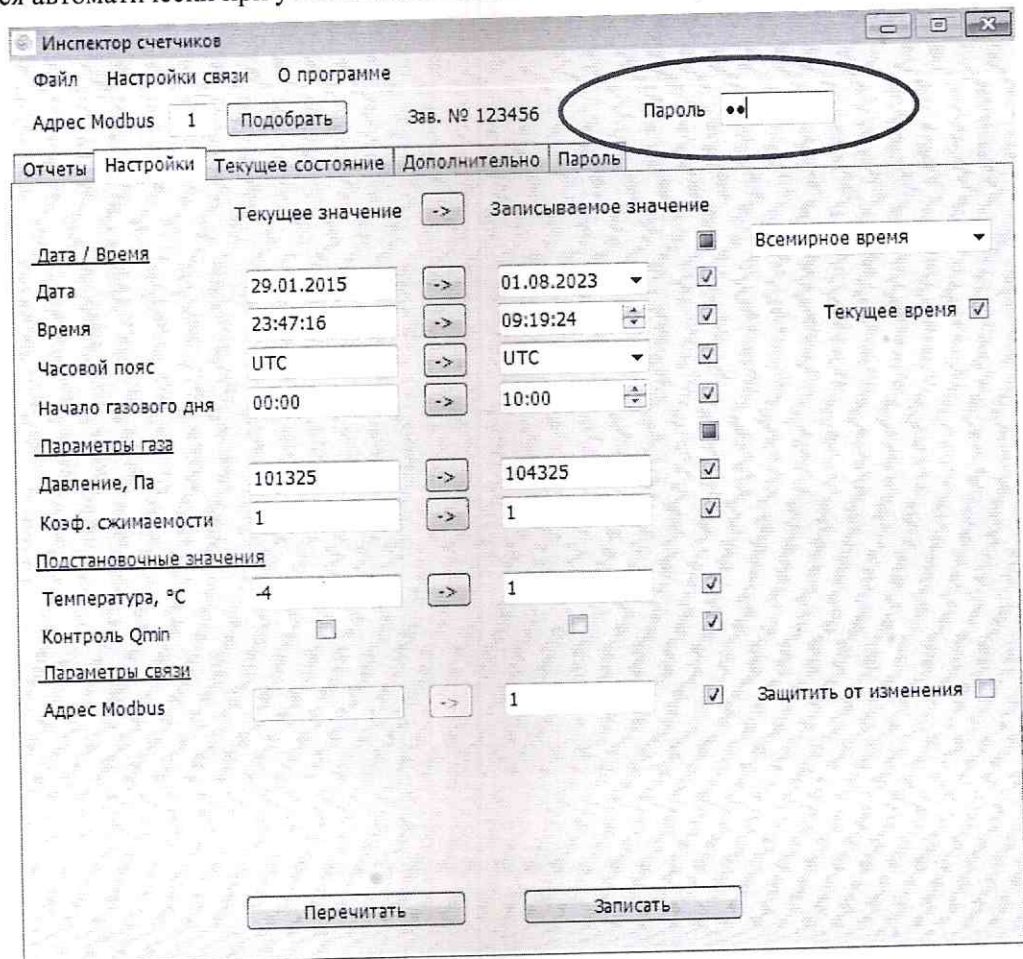

Рисунок 18 – Вкладка «Настройки»
2.5.8 Для изменения параметров необходимо ввести пароль «-1» (смотри рисунок 18), в правой строке указать значение параметра, отметить галочкой нужный параметр, нажать кнопку «Записать». Новые данные записываются только у параметров, помеченных галочкой. По умолчанию в счетчик записаны значения:
Вкладка «Пароль» необходима для восстановления и смены пароля (смотри рисунок 18). Для восстановления пароля необходимо нажать на кнопку «Прочитать», полученный код в строке «Код запроса» отправить на завод-изготовитель. Завод-изготовитель в ответ отправит новый пароль для восстановления, который необходимо ввести в строку «Код сброса пароля» и нажать на кнопку «Записать».